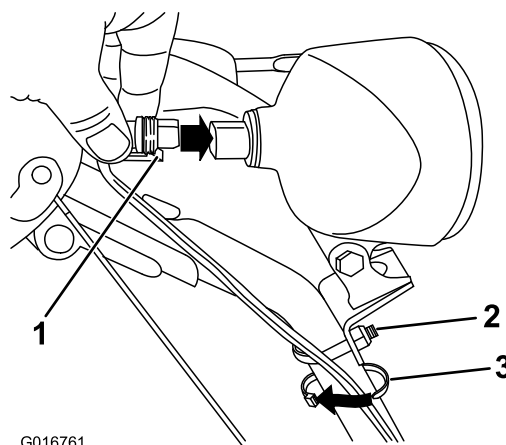

Рисунок 18
1. Вставьте штекер, находящийся на свободном конце провода, в гнездо на задней стенке фары и надежно зафиксируйте его (Рисунок 18).
Примечание: Убедитесь в том, что пластиковый зажим на штекере находится в нижнем положении (Рисунок 18).
- Установите хомут кабеля (из комплекта деталей) на провод и рукоятку примерно на 2,5 см ниже U-образного болта (Рисунок 18).